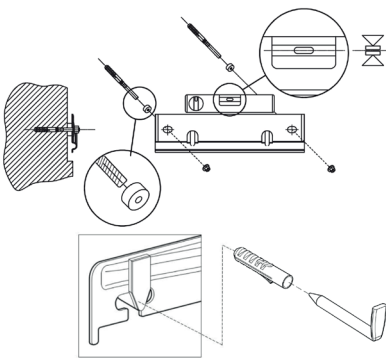

Abb. 5 Gerätemontage
- b) Befestigen Sie das Gerät an der Wand: Der Wassererwärmer wird mit einem Wandhalterbügel und den notwendigen Befestigungssystemen geliefert, die geeignet sind, das Gewicht des mit Wasser gefüllten Geräts zu tragen (s. Abb. 5). Bei vorhandener Befestigungsplatte (Q Abb.3b) die beiden mitgelieferten Dübel und Schrauben verwenden, dabei auf unter Putz verlegte Kabel und Rohrleitungen achten (s. Abb. 5). Verwenden Sie für eine ordnungsgemässe Montage des Geräts die Installationsschablone auf der Verpackung.